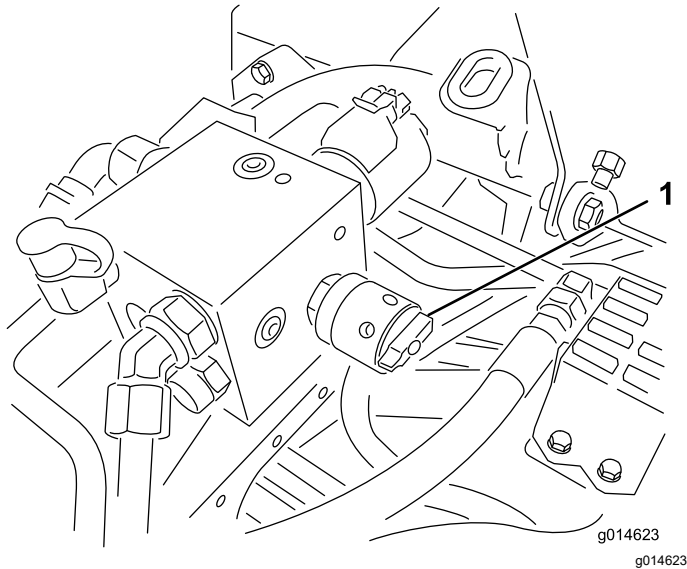

Figure 53
6. Tournez la commande de vitesse des cylindres à la position **1** (**Figure 53**).
4. Pour régler la vitesse des cylindres, tournez le bouton (**Figure 53**) jusqu'à ce que les flèches soient en face de la valeur déterminée à l'opération **3**.